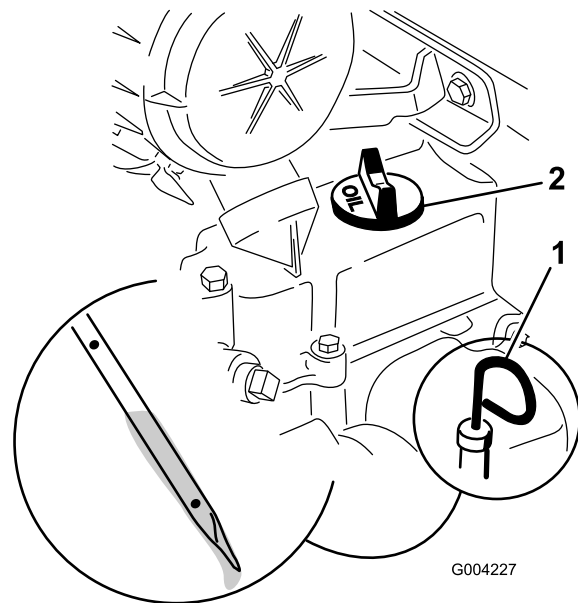

Рисунок 32
4. Очистите область вокруг масломерного щупа (Рисунок 32).
5. Вытяните масломерный щуп и вытрите металлический конец начисто (Рисунок 32).
6. Вставьте щуп в масломерную трубку до упора (Рисунок 32).
8. Если уровень масла слишком низкий (ниже отверстия в нижней части), очистите область вокруг крышки маслозаливной горловины и снимите крышку (Рисунок 32).
- Снимите крышку маслозаливной горловины (Рисунок 32) и медленно залейте примерно 80% от указанного количества масла через крышку клапана.